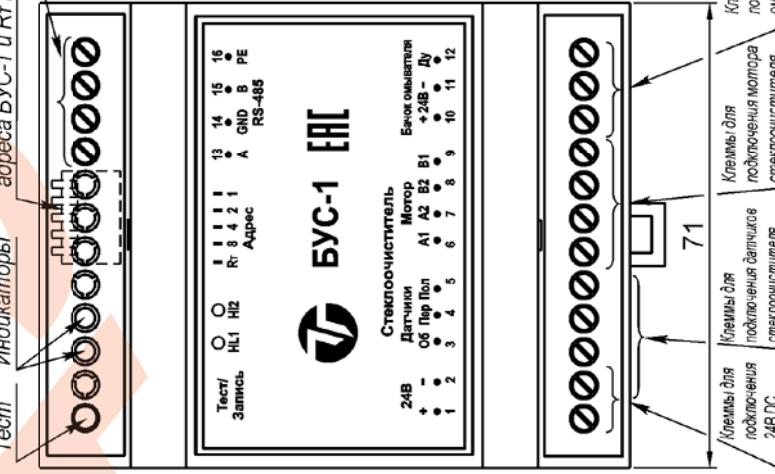

Рис.3 Внешний вид и габаритные размеры БУС-1.
18. Блок управления стеклоочистителем БУС-1 (см. рис.3)